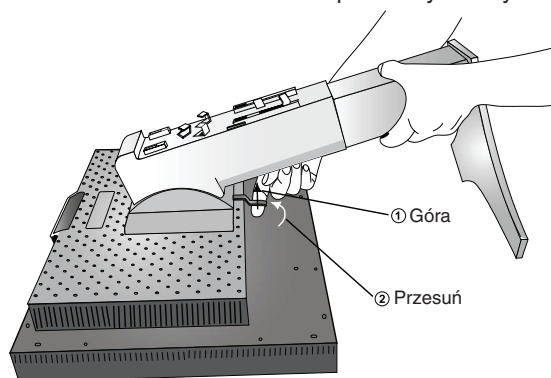

Rysunek S.1
3. Położyć monitor ekranem w dół na miękkiej powierzchni (**Rysunek S.1**).